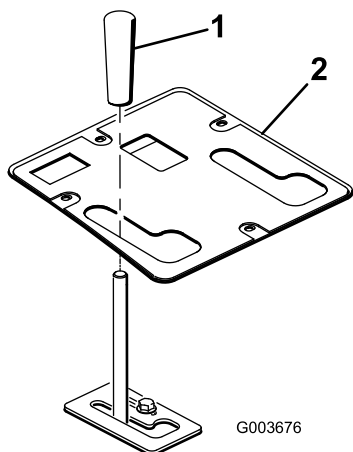

Рисунок 26
11. Закрепите панель управления на месте установки с помощью предварительно снятых деталей крепления (Рисунок 26).
12. Установите ручку на рычаг подъема (Рисунок 26).